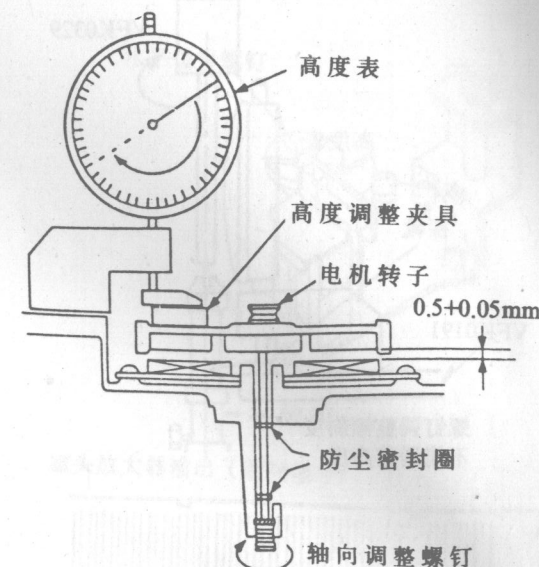

图 51
④调整轴向螺钉, 使轴向间隙为 0.5~0.55mm, 如图 51 所示。